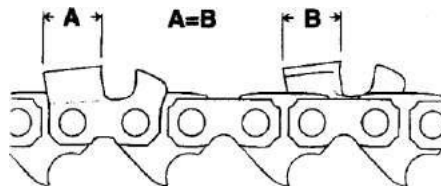

Рис.9
2. Знайти ріжучий зуб з найменшою довжиною верхньої грані (мінімальна довжина – 4 мм) (рис.9) По ньому потрібно бути підганяти довжину грані всіх інших (інколи доцільніше замінити пошкоджений зуб, а не переточувати увесь ланцюг).